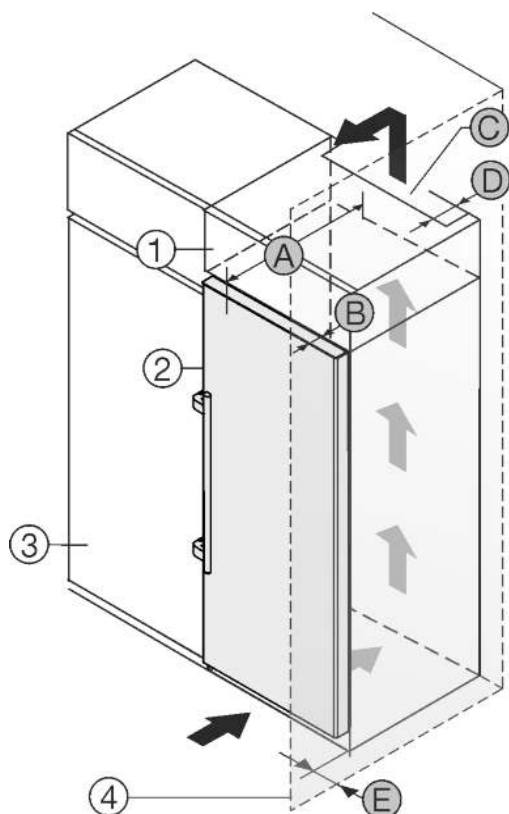

Fig. 22
Устройство может быть окружено кухонными шкафами. Чтобы уравнять устройство Fig. 22 (2) по высоте с кухонной стенкой, можно установить над устройством дополнительный шкафчик Fig. 22 (1).
Установить устройство можно непосредственно рядом с кухонным шкафом Fig. 22 (3). Чтобы можно было полностью открыть двери, устройство должно выступать на глубину Fig. 22 (B) относительно передней стенки кухонного шкафа. В зависимости от глубины кухонных шкафов и использования пристенных распорок устройство может выступать и больше.
- На задней стенке дополнительного шкафчика должен быть вентиляционный канал с глубиной Fig. 22 (D) по всей ширине этого шкафа.
- Нужно соблюдать вентиляционное отверстие Fig. 22 (C) под нижней панелью.
Если устройство установлено на шарнирах у стены Fig. 22 (4), то нужно соблюдать расстояние Fig. 22 (E) между устройством и стеной. Настолько выступает ручка при открытой двери.